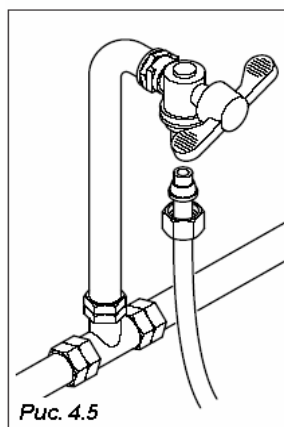

Рис. 4.5
- Подсоедините шланг торгового автомата к крану. Шланг должен быть изготовлен из нейлона, допускать контакт с пищевыми продуктами и выдерживать рабочее давление воды. Гибкий шланг должен быть армирован сеткой (Рис. 4.5).